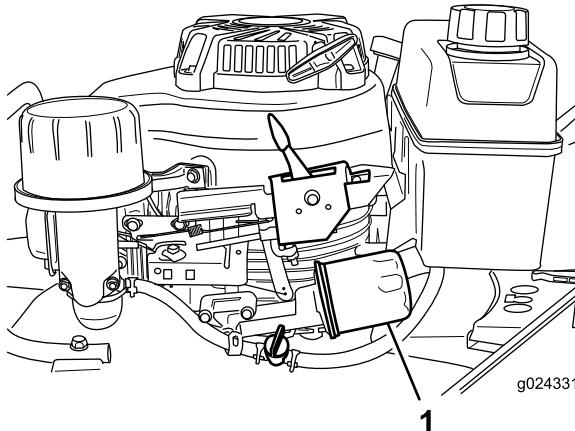

Figure 25
6. Placez un chiffon sous le filtre à huile (Figure 25) pour recueillir l'huile qui peut s'écouler lors de la dépose du filtre.